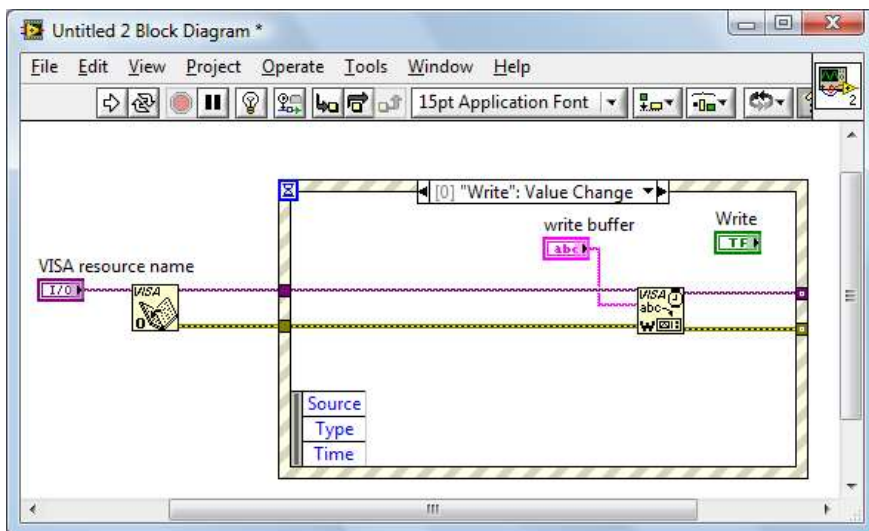

图 4-3-3
- 9.右键 VISAWrite 的 writebuffer 接线端，在快捷键菜单中选择 Create>>Control 来创建一个输入控件 write buffer。如图 4-3-3 所示。